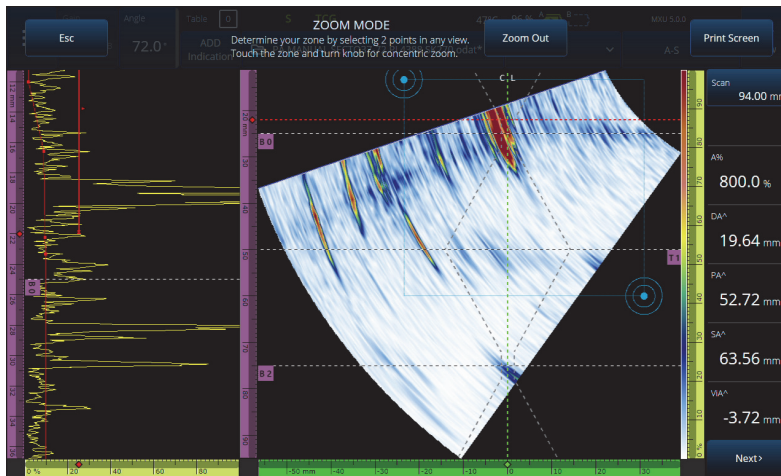

Abbildung 2-11 Zoom-Beispiel
1. Drücken Sie die Zoom-Taste (🔍), um den Zoom-Modus ein- oder auszuschalten (Abbildung 2-11 auf Seite 44).
- ◆ Drücken Sie die Zoomtaste (🔍), um den Zoom-Modus zu aktivieren (Abbildung 2-11 auf Seite 44), und tippen Sie dann auf **Print Screen** (Bildschirmkopie) auf dem Bildschirm.